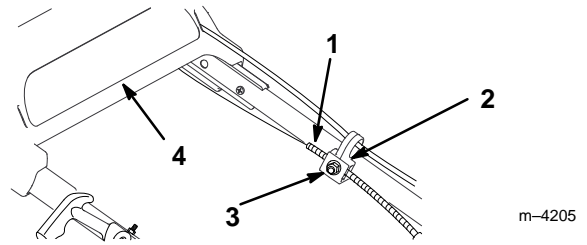

Figure 20
2. Desserrer l'écrou du support de câble (Fig. 20).
4. Repousser le mancheron supérieur vers l'arrière aussi loin que possible, maintenir toujours le support de traction enfoncé et tirer la gaine de câble vers le bas (vers la tondeuse) jusqu'à ce qu'il n'y ait plus de mou dans le câble (Fig. 20).
5. Resserrer l'écrou du support de câble (Fig. 20).